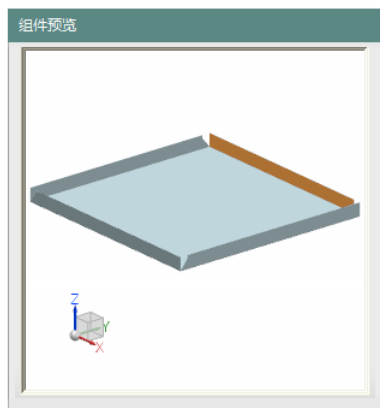
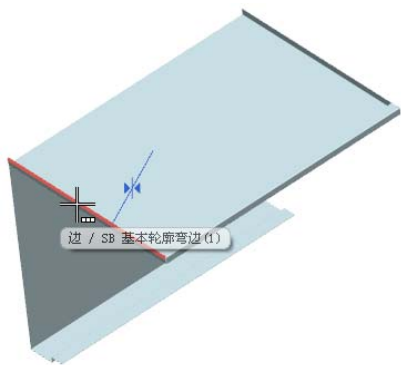

图 11-250 选择相配部件
图 11-251 选择基础部件
(5) 再次在视图区选择相配部件和基础部件，如图 11-250 和图 11-251 所示。单击 **应用** 按钮。
(6) 在“装配约束”对话框中，选择“接触对齐”类型，在视图区选择相配部件和基础